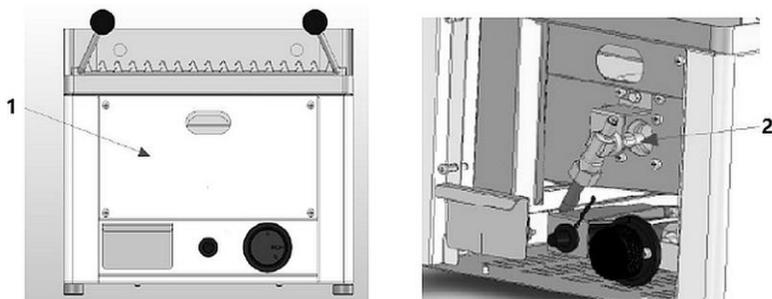

Fig. 3
- remplacer la buse du brûleur principal (2, fig. 3)